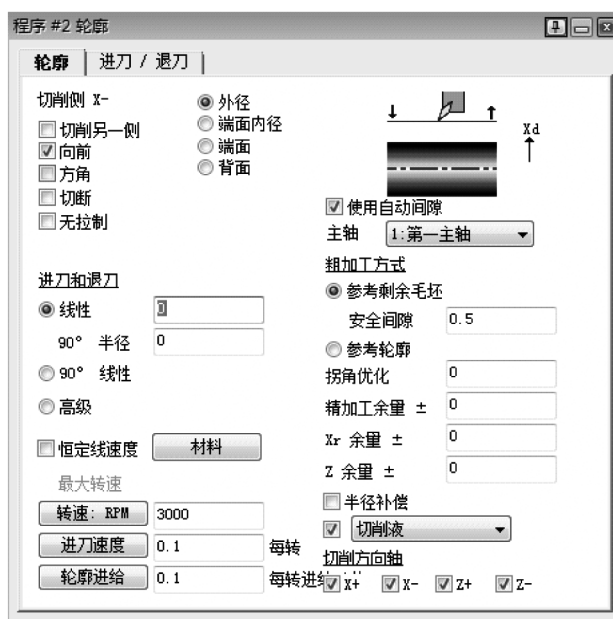

图 7-7 轮廓车削 2
2) 用#8 刀具为程序#2 创建如图 7-7 所示的轮廓车削程序。